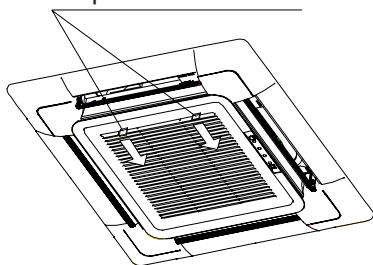

Fig. 1
1. Remova a grade de entrada de ar conforme mostrado na figura: empurre as duas travas da grade (como mostrado na Fig. 1), abra a grade em 45 grau e levante-a com cuidado para desengatá-la das dobradiças. (como mostrado na Fig. 2)